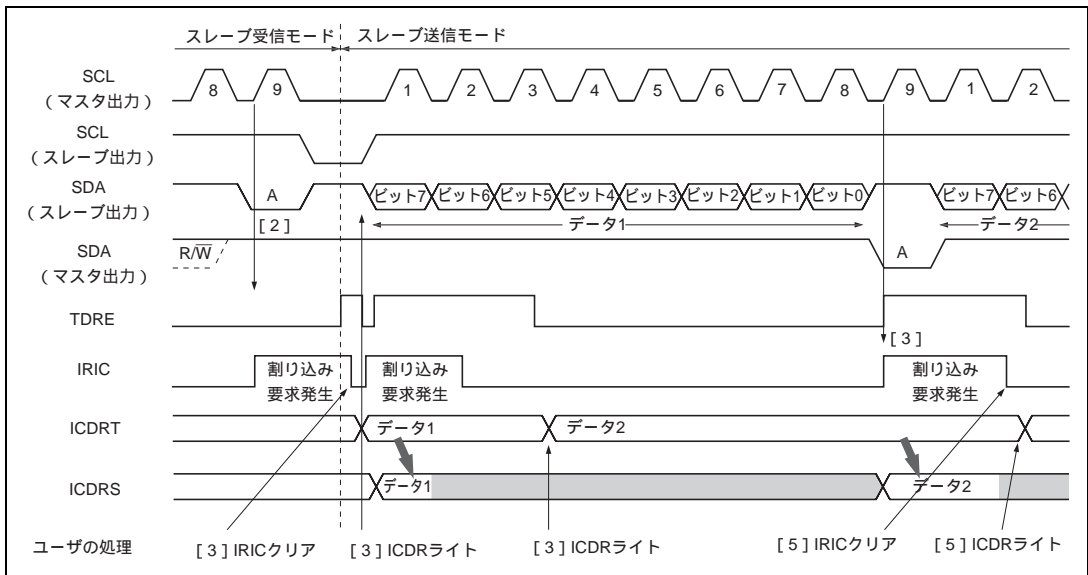

図 16.11 スレーブ送信モード動作タイミング例 (MLS=0 のとき)
- [3] IRICフラグを0にクリア後、ICDRにデータをライトします。このときTDRE内部フラグは0にクリアされます。ライトされたデータはICDRSに転送され、TDRE内部フラグおよびIRIC、IRTRフラグが再び1にセットされます。IRICフラグを0にクリア後、ICDRに次のデータをライトします。スレーブデバイスは図16.11で示すタイミングでマスタデバイスが出力するクロックに従い、ICDRにライトされたデータを順次送出します。